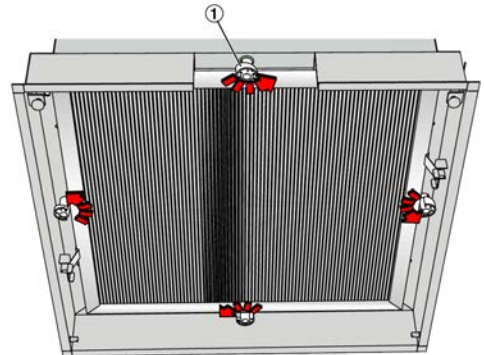

Abb. 9: Drehspannelemente öffnen
2. ▶ Die Drehspannelemente (4 Stück Abb. 9/1) im Gegenuhrzeigersinn öffnen. Hierzu den mitgelieferten Schlüssel oder einen handelsüblichen Innensechskantschlüssel (SW10) verwenden.